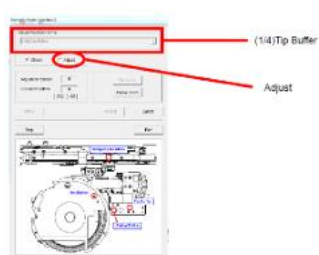

Figure 4 SSW window (Tip Buffer)
- Wähle **“Adjust”** (Abbildung 4)